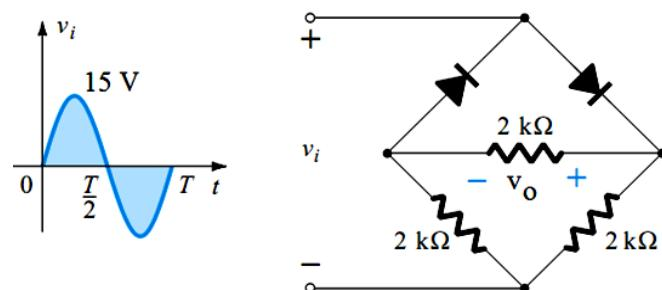

Figura 1.125 – EF 15 – Retificador improvisado (Boylestad e Nashelsky, 2004).
- » EF 15 – Seja o circuito da Figura 1.125,  $v_i(t) = 15 \text{ sen } \omega t$ , em 1 kHz, um retificador improvisado com apenas dois diodos, ambos de Silício ( $V_F = 0,7 \text{ V}$ ). A carga é resistiva,  $R = 2 \text{ k}\Omega$ . Pede-se: